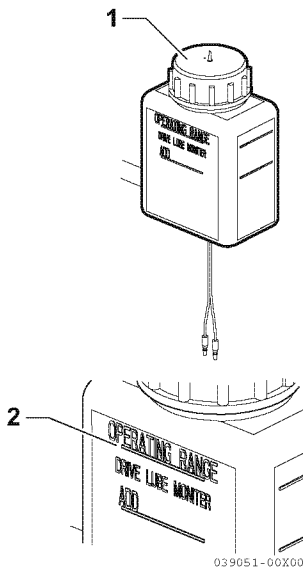

Abbildung 3
1. Ölbehälterdeckel entfernen (1, **Abbildung 3**).
2. Ölbehälter bis zur Markierung OPERATING RANGE (voll) (2, **Abbildung 3**) mit vorgeschriebenem Öl füllen.